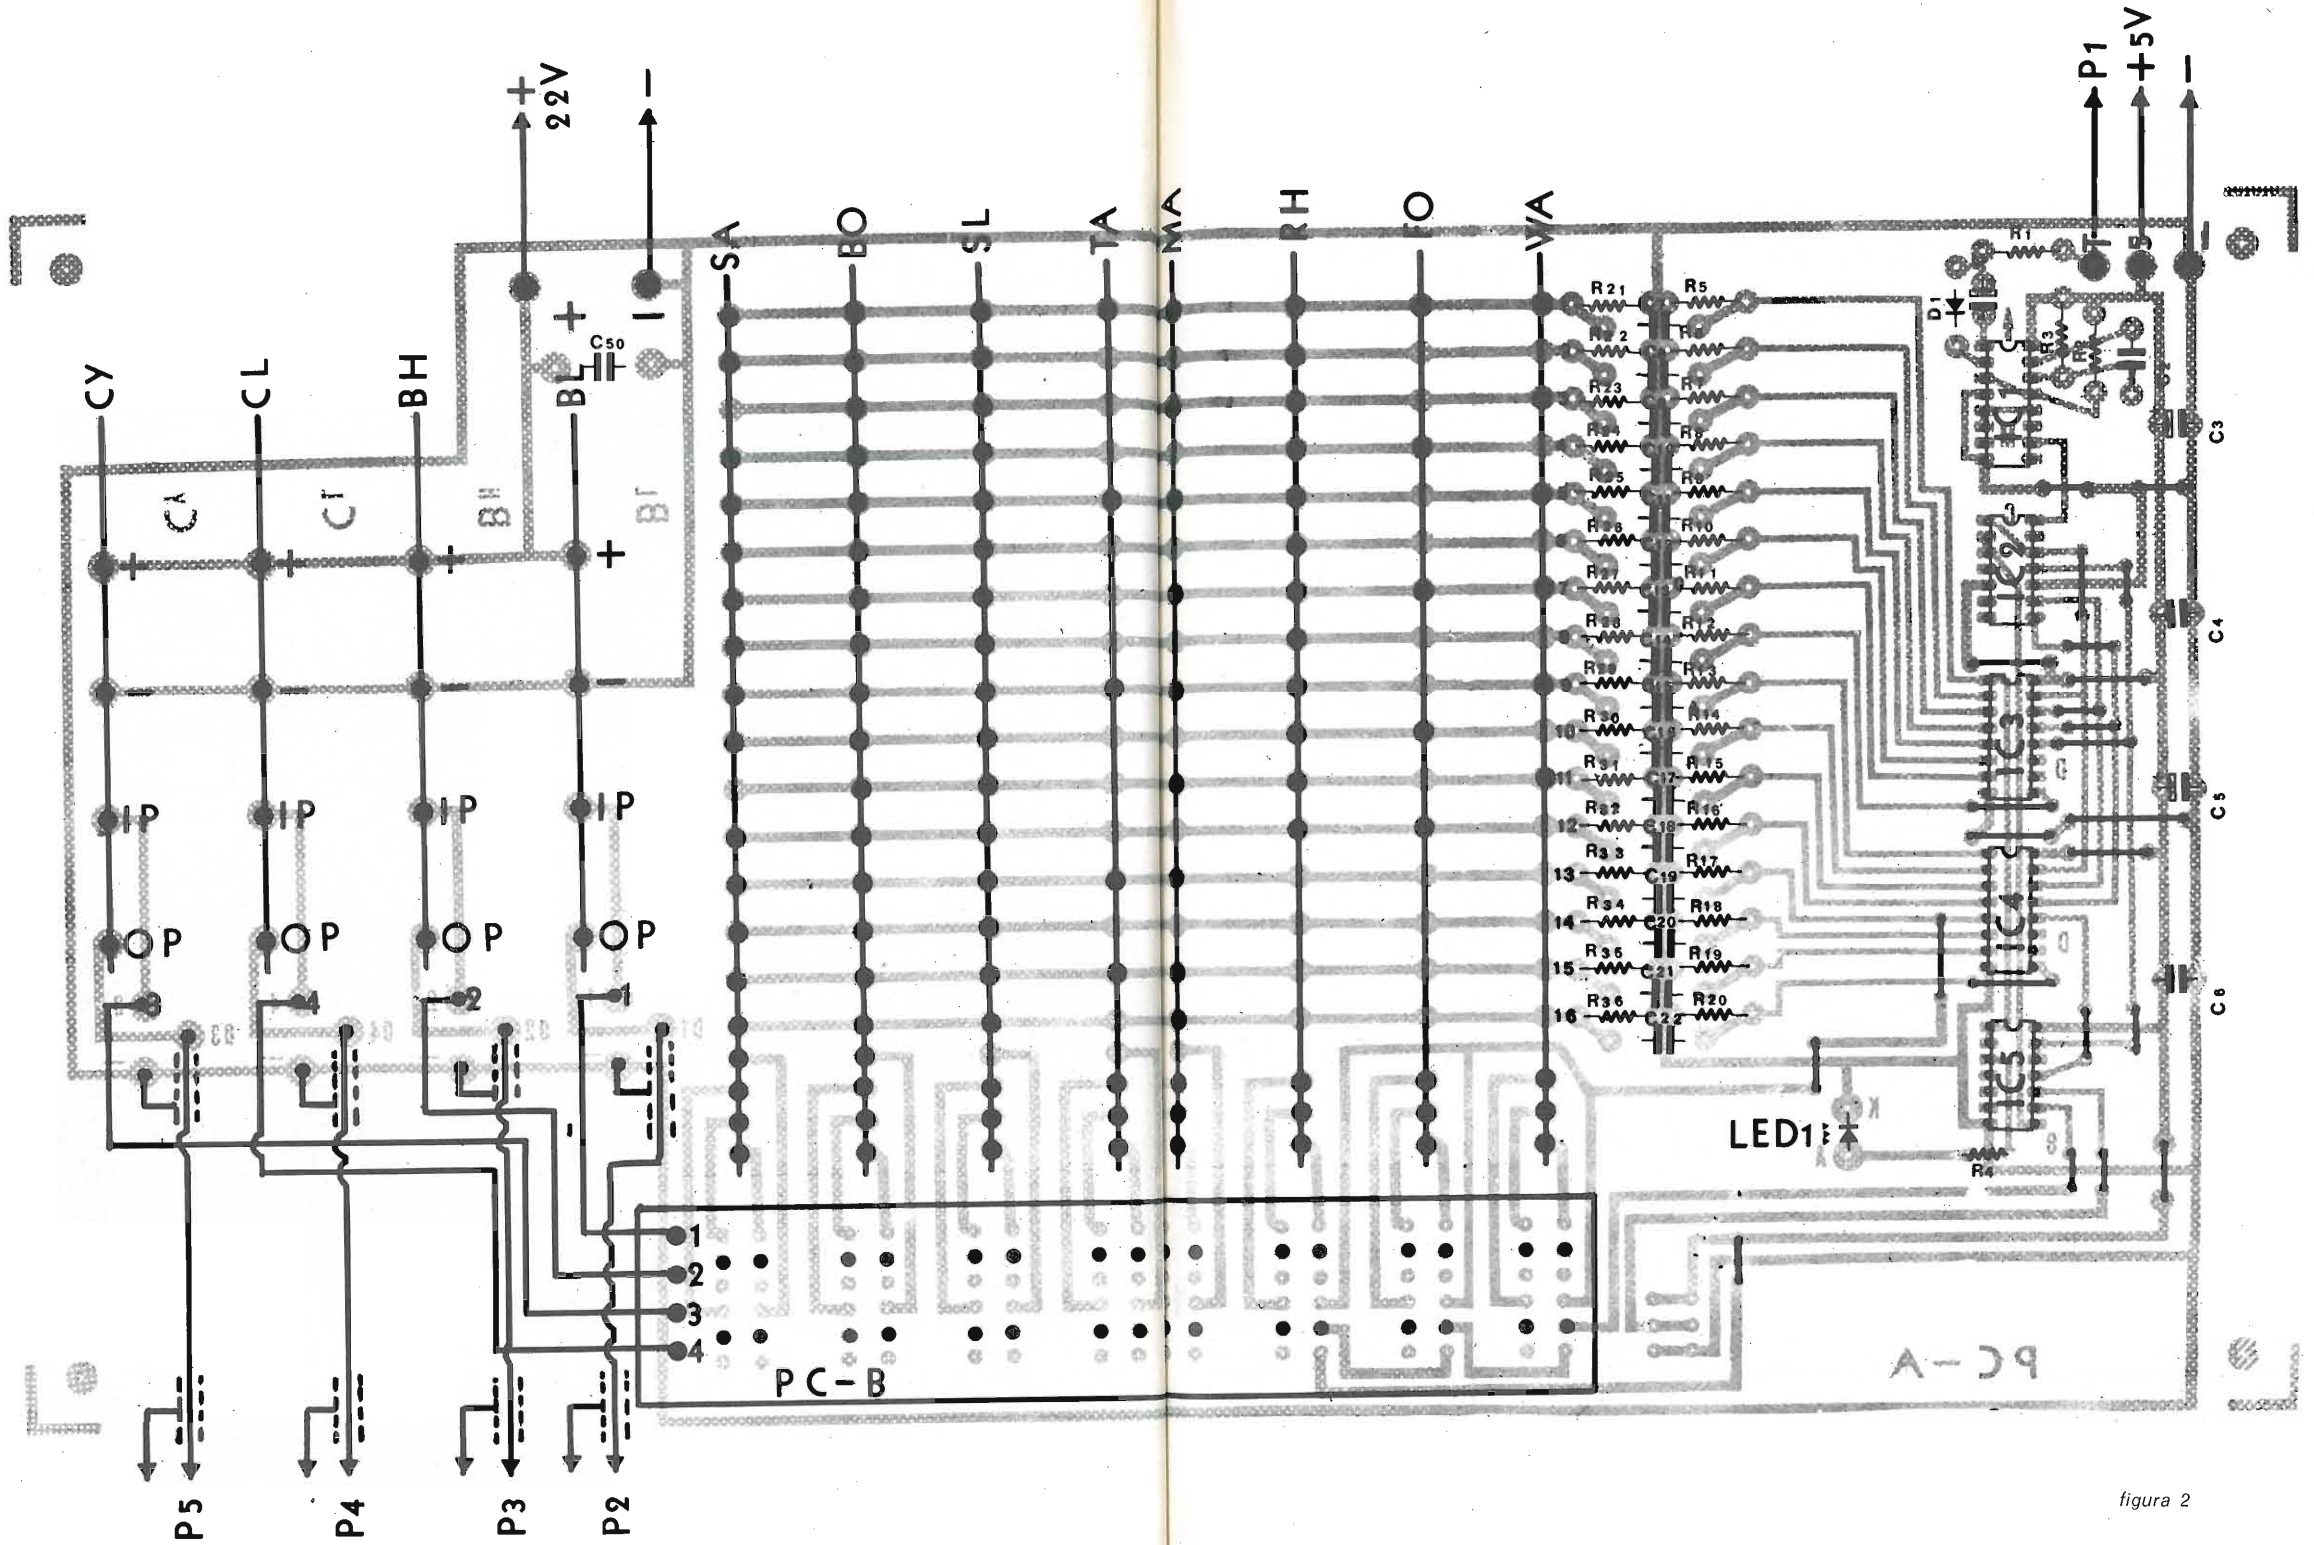

figura 2
3-1) Foratura dei circuiti stampati: la figura 2 illustra la disposizione di tutti i componenti sul circuito stampato principale PC-A. Per prima cosa è necessario forare con una punta da 1 mm di diametro i punti di fissaggio degli zoccoli dei circuiti integrati IC1, IC2, IC3, IC4 ed IC5 e quelli dei 23 ponticelli di collegamento situati dalla parte dei circuiti integrati stessi. Analogamente saranno effettuati i fori dei rimanenti circuiti stampati, e cioè:
Si fanno poi passare i terminali superiori della tastiera rimasti (seconda e quinta riga orizzontale) attraverso i relativi fori del circuito PC-B, facendoli uscire dal lato rame. Detti fori sono 32 e sono segnati in nero in figura 2, ove è chiaramente disegnato il contorno del circuito PC-B stesso, con il lato rame rivolto verso l'alto. A questo punto si saldano i terminali della pulsantiera al circuito stampato PC-2 dopo aver controllato che tutti i 32 terminali fuoriescono dai fori del circuito stampato stesso.
- 13) con riferimento alla figura 2 (circuito stampato principale PC-A) montare i componenti nel seguente ordine:
Inserire infine i circuiti integrati nei rispettivi zoccoli, facendo attenzione a che la tacca di riferimento sia orientata come in figura 2.